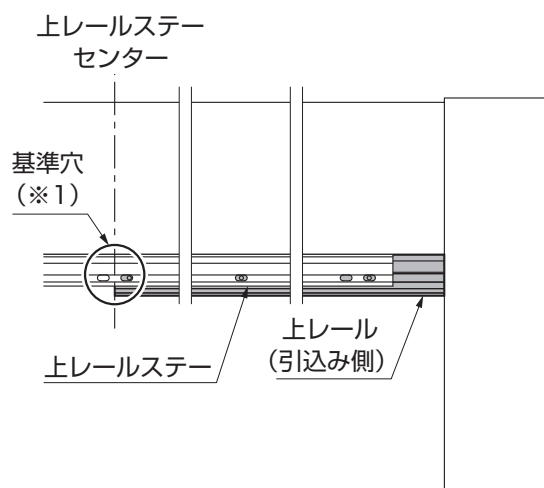

図6-10 道路側正面図
- 【1-3】は上レールがズレないように必ず基準穴(※1)から先に取付けてください。(図6-10参照)